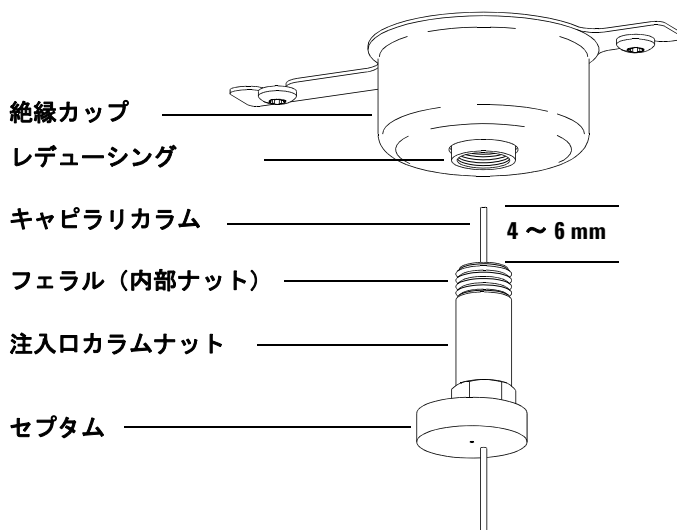

図4 スプリット / スプリットレス注入口へのキャピラリカラムの取り付け
- 7 カラムをフェラルの端から 4～6 mm 出るように調整します (図 4)。